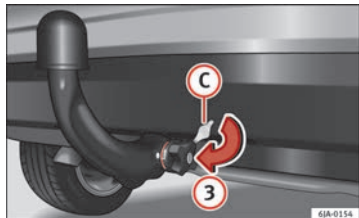

Abb. 118 Aufsetzen der Schlossabdeckung
- Schließen Sie das Schloss des Handrändelrads, indem Sie den Schlüssel (B) bis zum Anschlag in Pfeilrichtung 1 nach rechts drehen – der Pfeil auf dem Schlüssel zeigt auf das Symbol „Schloss geschlossen“.
- Setzen Sie die Abdeckung (C) in Pfeilrichtung 3 ⇒ Abb. 118 auf das Schloss des Handrändelrads.